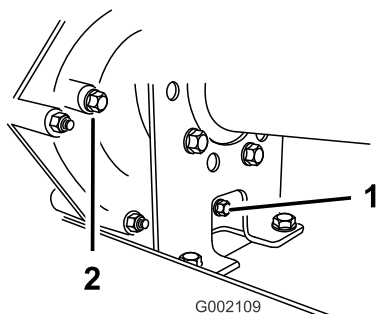
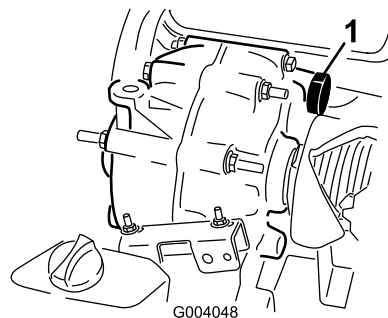

Figure 56
Figure 57
2. Essuyez la surface autour des bouchons de remplissage et de vidange avec un chiffon (Figure 56).
4. Dévissez et enlevez le bouchon de remplissage (Figure 56).
5. Dévissez et enlevez le bouchon de vidange (Figure 56).
6. Remettez et serrez le bouchon de vidange et le joint dans le trou de la transmission (Figure 56).
7. Remplissez le réservoir (Figure 57) par le trou du bouchon de remplissage avec environ 1,4 litre de l'huile spécifiée ou la quantité d'huile nécessaire pour que le niveau d'huile atteigne le bas du filetage (Figure 56).
8. Remettez et serrez le bouchon de remplissage et le joint dans le trou de la transmission (Figure 56).
10. Contrôlez le niveau d'huile et faites l'appoint si le niveau est en dessous du filetage du trou du bouchon de remplissage (Figure 56).